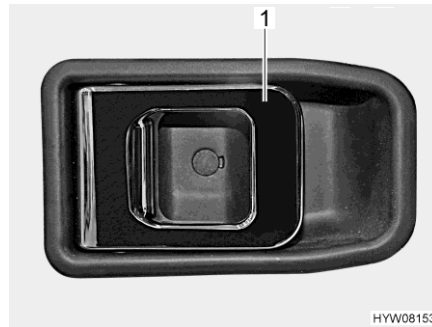

Fig. 54 Serrure de la porte (porte chauffeur, intérieur)
- Tirer sur la poignée (Fig. 54,1). La serrure de la porte se déverrouille et s'ouvre.
- Appuyer sur la poignée (Fig. 54,1). La serrure de la porte se verrouille.